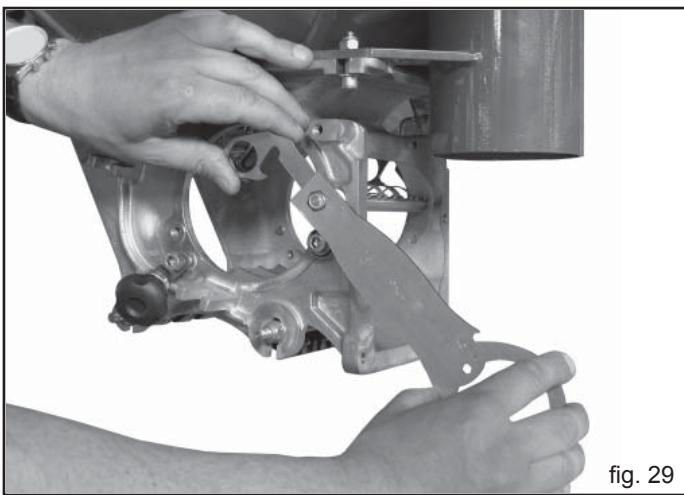

fig. 29
- 3) Slăbiți piulițele M8 (Fig. 29) cu cheia din dotare.